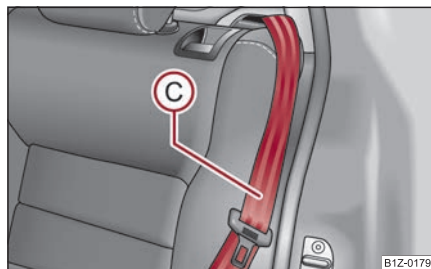

Fig. 84 Deblocarea spătarului scaunului
- Aduceți centura de siguranță laterală din spate (C) în spatele marginii capitonajului lateral ⇒ fig. 84.